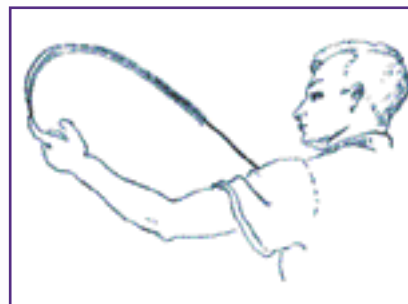

Рис. 8. Проверка изгиба клинка по упругой линии
4. Клинок доводится до требуемых размеров и гибкости на мелкозернистом круге или на крупнозернистом круге при сравнительно легком прижатии к нему клинка. Изгиб клинка проверяется по упругой линии. Для этого клинок берется указательным пальцем левой руки за пуговку, а правой рукой — за конец; концы клинка сближаются на 20 см так, чтобы клинок свободно согнулся. Затем согнутый клинок накладывается на упругую линию и сопоставляется с ней (рис. 8). Правильно изготовленный клинок при изгибе не должен выходить за допусковые пределы упругой линии.